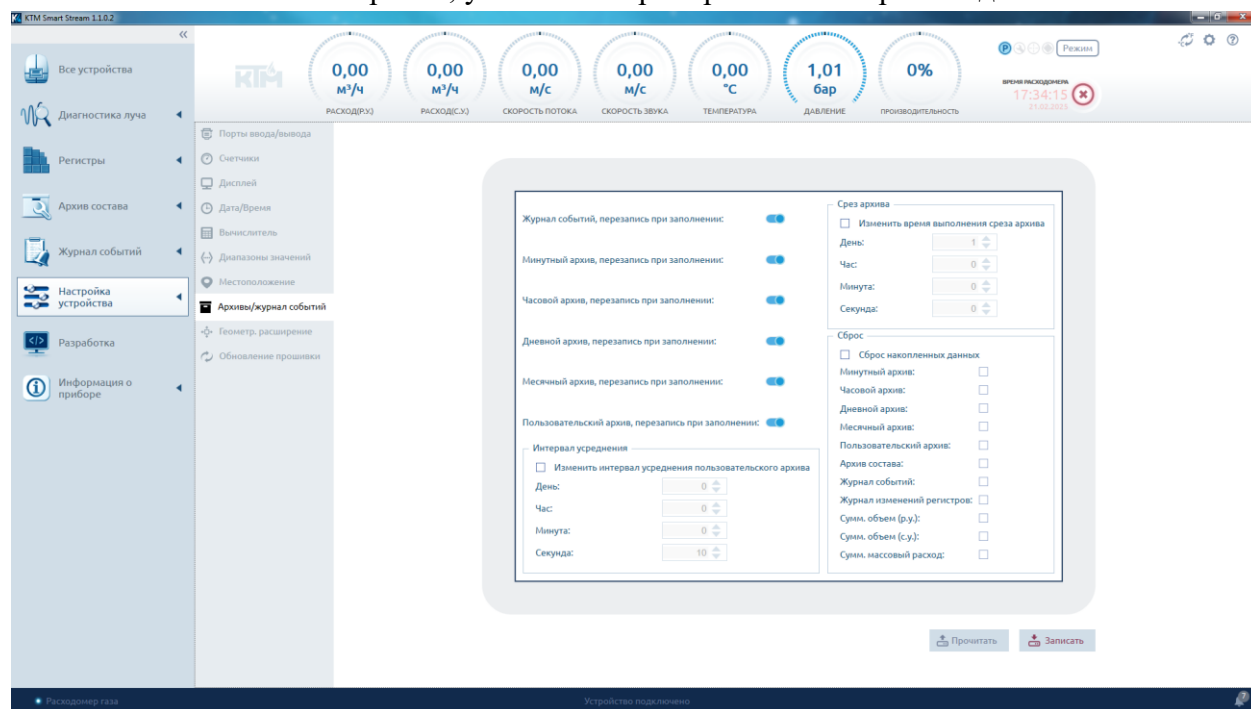

Рисунок 63 – Окно «Архивы/журналы событий»
3.13.6.1 Для изменения настроек или сброса данных архивов необходимо выбрать в дополнительном меню «Настройка устройства» вкладку «Архивы/журнал событий» (рисунок 63). В открывшемся окне возможно изменить режим перезаписи архивов, интервал записи пользовательского архива, установить срез архива или сбросить данные.